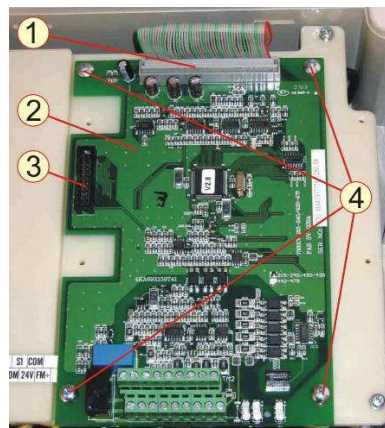

Рис.6.4
6.3.3. Отсоединить розетку плоского кабеля платы драйверов из разъема 1 на плате 2 (рис.6.4).
6.3.4. Выкрутить четыре самонарезающих винта 4, снять плату 2 (рис.6.4). Положить винты и плату в тару.